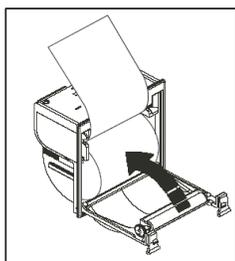

Fig. 33 : Fin de l'installation
3. Tirez le papier hors du boîtier comme indiqué sur la figure 33 et fermez